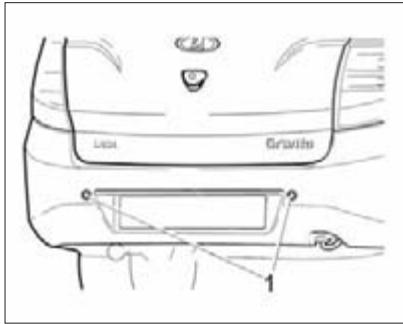

Рис. 43. Датчики парковки
**В вариантом исполнении** автомобили оснащаются системой безопасной парковки парктроник (от англ. parktronic). Система поможет избежать досадных мелких аварий и следующих за ними материальных затрат. **Датчики парковки** (рис. 43) помогут Вам обнаружить опасное препятствие, невидимое из салона автомобиля.